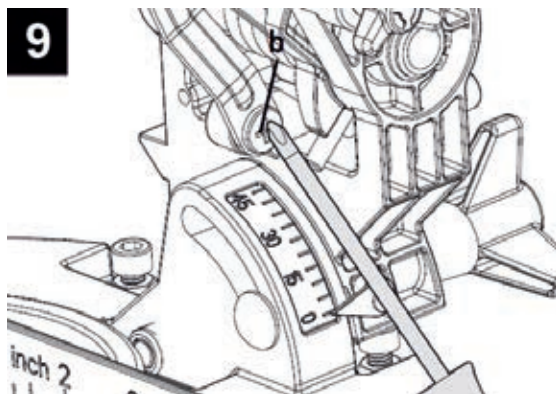

Рисунок 9
4.3 Для снятия пильного диска открутите отверткой винт рычага нижнего защитного кожуха (рисунок 9) и поверните нижний защитный кожух (4) в верхнее положение.
Переведите нижний защитный кожух в нижнее положение, закрутите винт рычага нижнего защитного кожуха (рисунок 9).